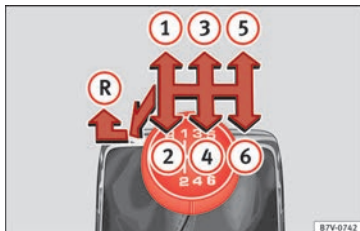

Abb. 129 Schaltschema des 6-Gang-Schaltgetriebes.
Auf dem Schalthebel sind die Positionen der einzelnen Fahrgänge dargestellt » **Abb. 129**.
- Schalthebel ganz nach links und dann nach vorn in die Rückwärtsgangposition » **Abb. 129**  schieben.